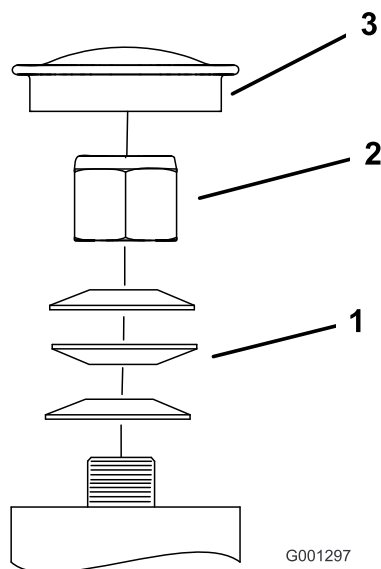

図 56
3. キャスタからダストキャップを外してロックナットを締め付ける 図 56。
4. スプリングワッシャが平たくつぶれるまでロックナットを締め付け、その位置から 1/4 回転もどすと、ベアリングに対して適切な予負荷がかかる 図 56。
重要 スプリングワッシャが 図 56 のように正しく取り付けられていることを確認してください。
5. ダストキャップを取り付ける 図 56。